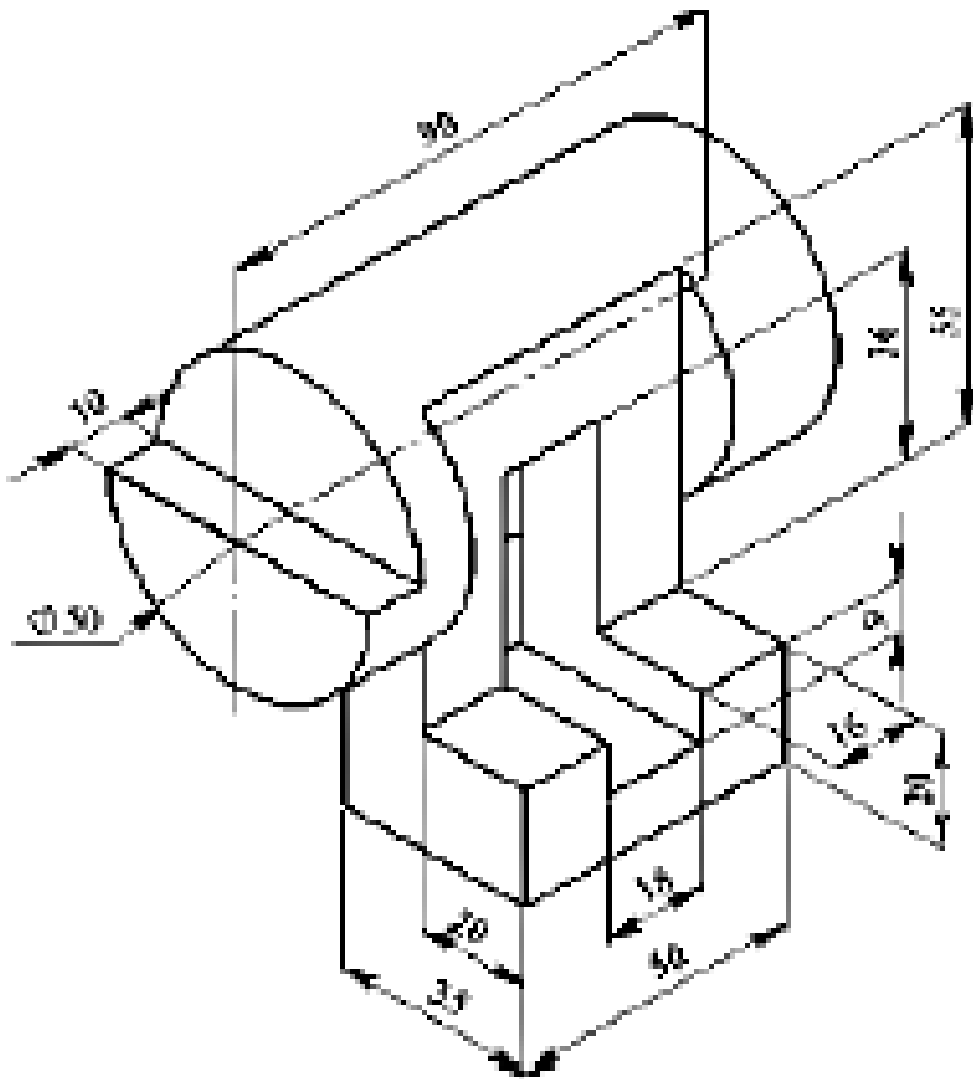

Рисунок 2.1 – Варіант 1 (5 побудов)
1. Створити тривимірну модель із заданим числом побудов (число побудов зазначено в дужках), використовуючи інструменти роботи з деталлю «Витягнута бобика / основа» і «Витягнутий виріз» за вказаним кресленням (рис. 2.1, 2.2).